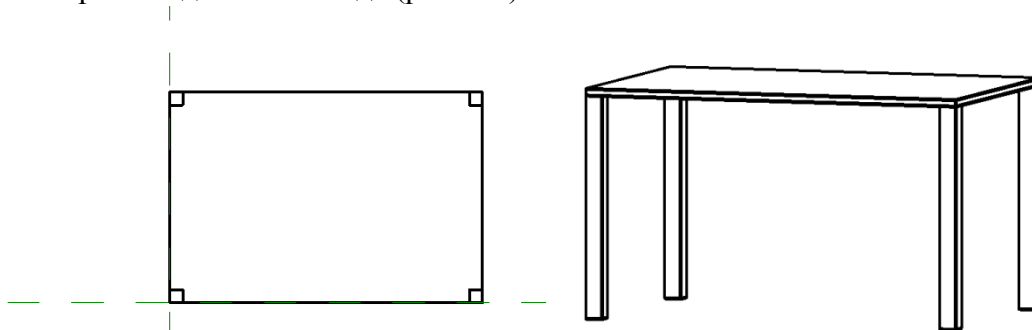

Рис. 2.4. Геометрия модели стола
10. Посмотреть модель в 3D-виде (рис. 2.4).